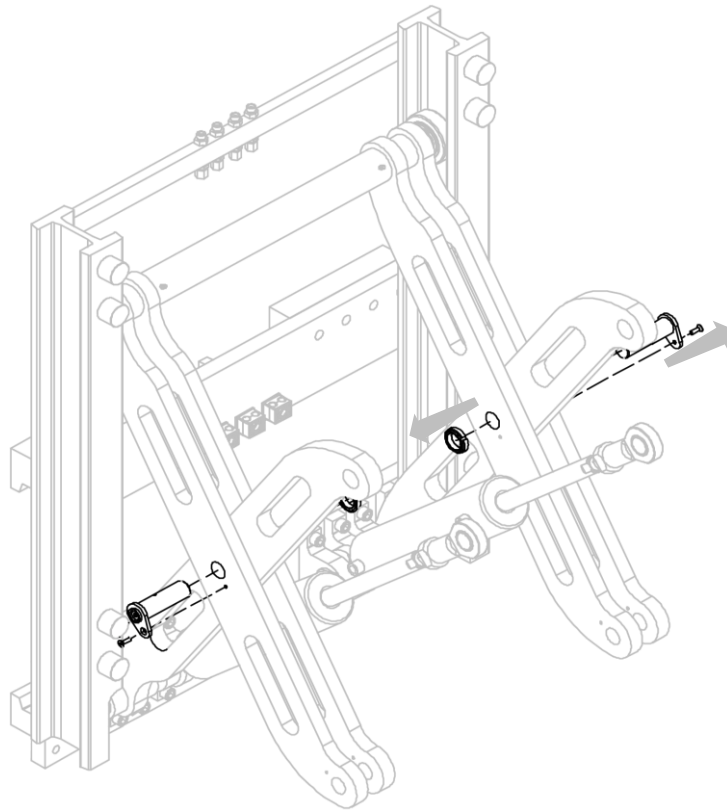
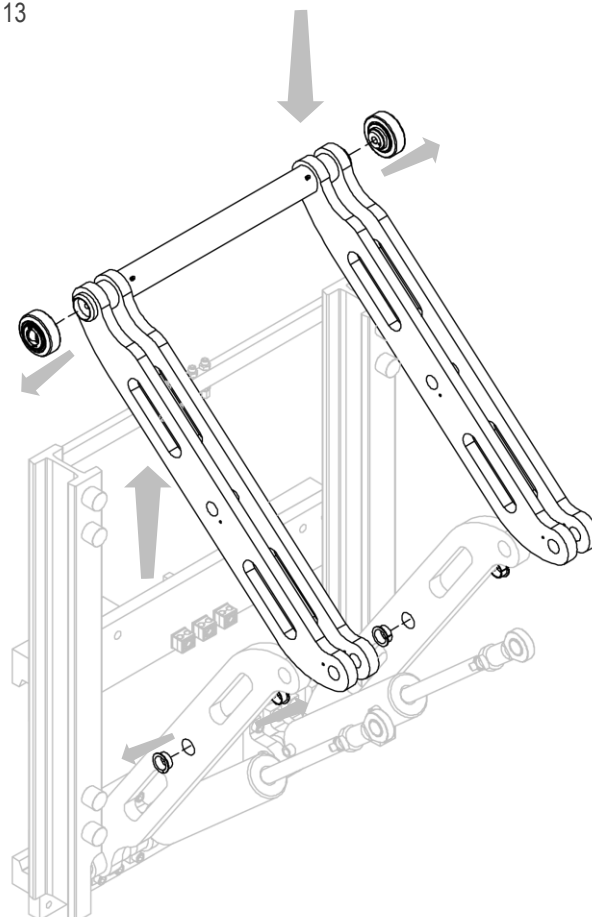

Figura 13
Figura 14
7. Rimuovere la coppia di bracci (con i relativi cuscinetti) dall'attrezzatura, dopo aver rimosso i perni che li bloccano (vedi *Figura 13* e *Figura 14*).